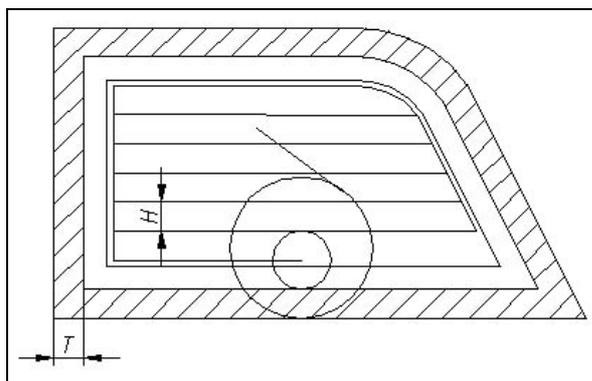

Рисунок 8 – Схема выборки
**в) Описание передвижения инструмента (рис. 8):**